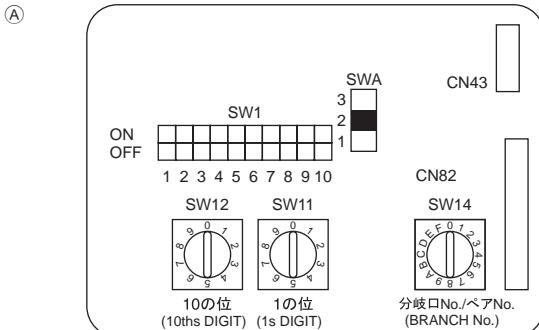

Fig. 6-4
6.5. Adressen einsetzen (Fig. 6-4)
- ① Einstellen von Adressen